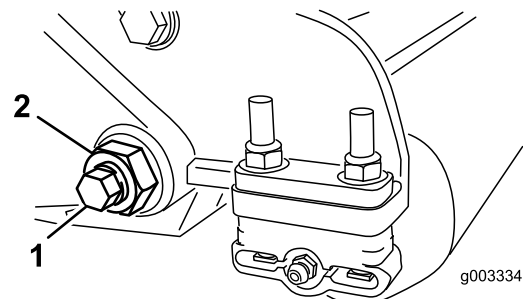
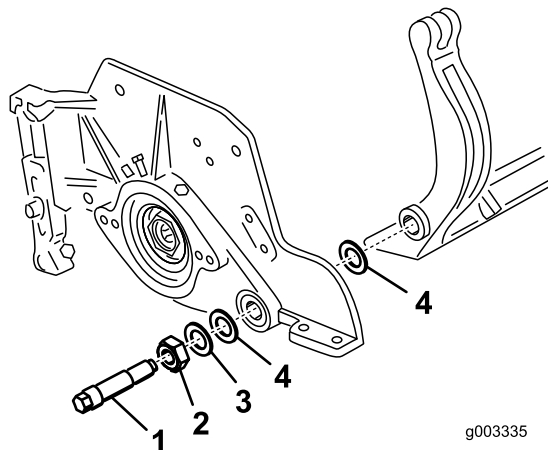

図 2
図 3
5. ベッドバーボルト (図 2) を固定しているロックナット (機体両側) をゆるめる。
6. 各ベッドバー・ボルトを抜いて、ベッドバーを下に引き抜いて外す（図 2）。ベッドバーの両端にナイロンワッシャとスチールワッシャが 2 枚ずつあるので注意する（図 3）。
9. ベッドバーボルト（とボルトについているナット）とワッシャ6枚で、ベッドバーを各サイドプレートに固定する。ナイロンワッシャはサイド・プレートの両側のボスに嵌め込む。その外側からスチール製ワッシャを取り付ける（図 3）。ベッドバーボルトを 27-33 ft.-lb (37-45 N-m = 4.6-1.7 kg.m) にトルク締めする。左右の遊びが完全になくなって外側のスチール製ワッシャが回らなくなるまで（ただし決して締めすぎにならない）ロックナットを締め付ける。内側のワッシャには遊びがあってよい。